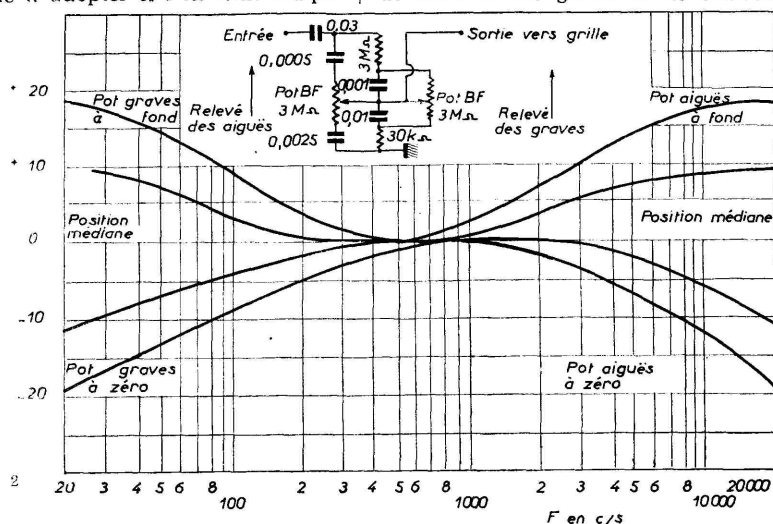

FIG. 2
rection suive le plus fidèlement possible les courbes données par Fletcher. Il faudra donc prévoir deux commandes distinctes relevant séparément les fréquences graves et les fréquences aiguës (fig. 2) (2), et soit coupler les trois potentiomètres de contrôle de volume, de contrôle des graves et de contrôle
(2) La figure 2 donne l'un des meilleurs dispositifs de contrôle de tonalité que j'aie rencontré jusqu'à présent, par la régularité des courbes qu'il permet d'obtenir. Le lecteur vérifiera facilement que, pour des positions bien correspondantes des deux potentiomètres grave et aigu, les courbes obtenues épousent étroitement les courbes de Fletcher.